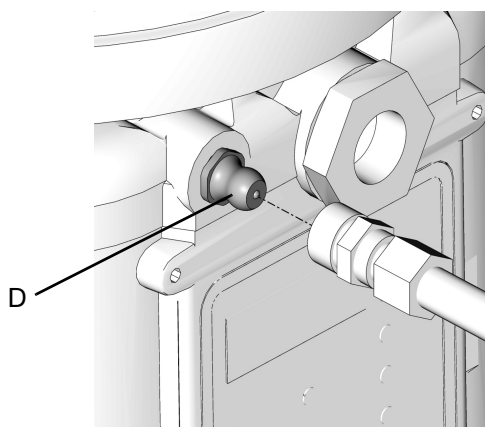

FIG. 19
- Toujours nettoyer le raccord (D) (FIG. 19) avec un chiffon propre et sec avant de remplir le réservoir. La poussière et/ou des débris peuvent endommager la pompe et/ou le système de lubrification.
1. Raccorder le flexible de remplissage au raccord Zerk d'entrée de remplissage (FIG. 19).
1. Raccorder le flexible de remplissage au raccord d'entrée (FIG. 19).